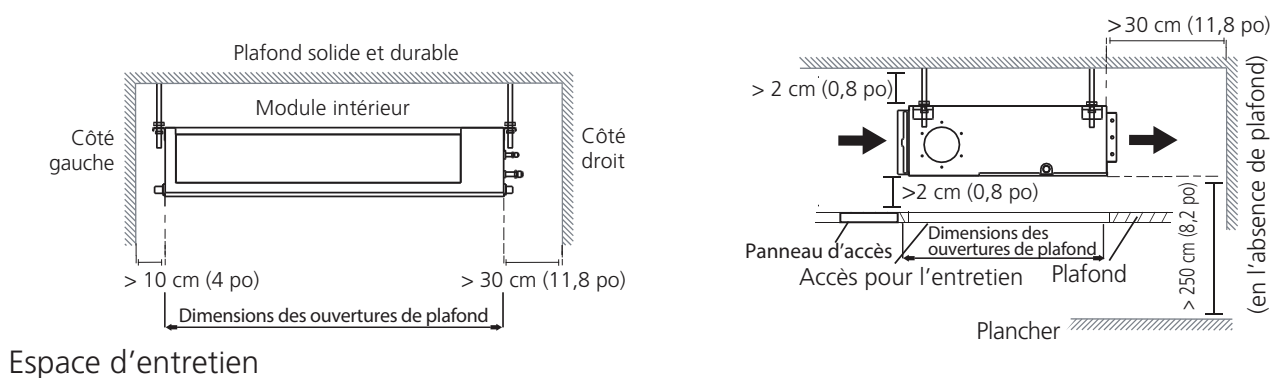

Fig. 7 – Dégradements d'installation
- Laissez suffisamment d'espace pour permettre la circulation de l'air et l'entretien de l'appareil. Voir Fig. 7 – à la page 7 pour connaître les distances minimales requises entre l'appareil et les murs ou les plafonds.